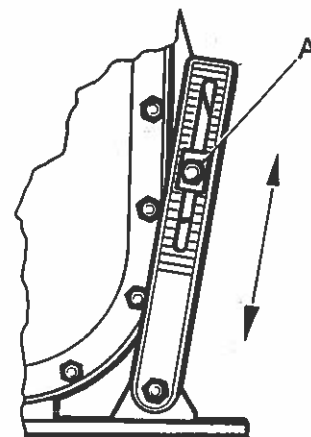

FIG. 8
LA REGOLAZIONE DELLA PROFONDITA' DI LAVORO SI OTTIENE ALZANDO OD ABBASSANDO LE SLITTE (FIG.8 - POS A)
- ALLENTARE I BULLONI DI SERRAGGIO (FIG.8 - POS B)
THE TILLAGE DEPTH IS ADJUSTABLE BY LIFTING OR LOWERING THE SKIDS POSITION (FIG.8 - POS. A)
- LOOSEN THE LOCK NUTS (FIG. 8 - POS. B)
LE REGLAGE DE LA PROFONDEUR S'EFFECTUE EN LEVANT OU ABAISSANT LE PATIN A FIXATION REGLABLE (FIG.8 - POS. A)
- DESERRER LES BOULONS DE SERRAGE (FIG. 8 - POS. B)
DIE ARBEITSTIEFE KANN BEIM VERSTELLEN DER KUFEN REGULIERT WERDEN (FIG.8 - POS. A)
- DIE SPERRSCHRAUBEN LOSSCHRAUBEN (FIG. 8 - POS. B)
LA REGULACION DE LA PROFUNDIDAD DE TRABAJO SE OBTIENE BAJANDO O LEVATANDO LAS CORREDERAS (FIG. 8 - POS. A).
- AFLOJAR LOS PERNOS DE BLOQUEO (FIG.8 - POS.B)